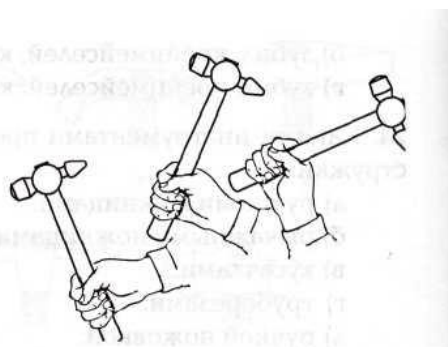

Рис. 1.3
15. Укажите, какой тип удара показан на рис. 1.3: